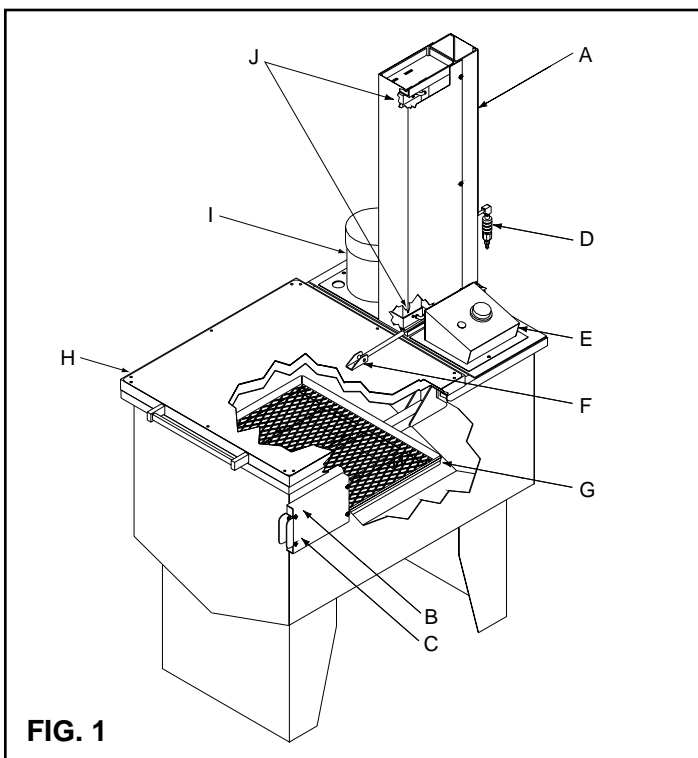

FIG. 1
It should be standard safety procedure to always open lid before connecting air supply or raising platform to prevent sudden opening when platform is raised. Never operate unit without safety shroud (A) (see Fig. 1, page 8) fully in place. See Safety Procedure for **CONNECTING AIR SUPPLY** in the following section.
Pour éviter les blessures, garder les mains et le corps loin du couvercle (H), de la plate-forme de levage (G) et du mécanisme de levage en tout temps (voir Fig. 1, page 8).
La procédure de sécurité standard devrait donc impliquer en toutes circonstances l'ouverture du couvercle avant le raccordement de l'approvisionnement en air ou avant de relever la plate-forme pour éviter l'ouverture brutale lorsque la plate-forme est soulevée. Ne jamais raccorder l'appareil sans un protecteur de sécurité (A) (voir Fig. 1, page 8) entièrement en place. Voir la procédure de sécurité pour **RACCORDEMENT DE L'APPROVISIONNEMENT EN AIR** au chapitre suivant.
Halten Sie zur Vermeidung von Körperverletzungen die Hände und andere Körperteile immer vom Deckel (H), von der Hebebühne (G) und vom Hebemechanismus fern (siehe Fig. 1, Seite 8).
Vor dem Anschluß der Druckluftversorgung oder dem Heben der Bühne sollte der Deckel im Interesse der Sicherheit routinemäßig geöffnet werden, damit er sich beim Heben der Bühne nicht plötzlich öffnen kann. Betreiben Sie die Einheit niemals ohne Schutzabdeckung (A) (siehe Fig. 1, Seite 8) - siehe Sicherheitshinweise für ANSCHLIESSEN DER DRUCKLUFTVERSORGUNG im folgenden Teil.
Para evitar lesiones, mantenga en todo momento las manos y el cuerpo alejados de la tapa (H), plataforma levadiza (G) y mecanismo de levantamiento (vea la Fig. 1, página 10).
(voir Fig. 1, página 8) en su lugar. Vea el procedimiento de seguridad para CONEXIÓN DEL SUMINISTRO DE AIRE en la siguiente sección.
While connecting the air supply (D) to the quick disconnect fitting (N) on the rear of the lift column, make sure that the sleeve valve (M) is pulled toward the quick disconnect fitting, thus disconnecting air from the lift mechanism. This will prevent sudden movement of the lift platform (G) and possible sudden opening of the lid (H) while the air is being connected (see Figs. 1 and 2).
En raccordant l'alimentation en air (D) au raccord rapide (N) à l'arrière de la colonne de levage, s'assurer que la soupape à manchon (M) est tirée vers le raccord rapide, ce qui aura pour effet de débrancher l'air du mécanisme de levage. Ceci évitera le mouvement brutal de la plate-forme de levage (G) et l'ouverture brutale possible du couvercle (H) pendant que l'air est raccordé (voir Figs. 1 et 2).
Beim Anschließen der Druckluftversorgung (D) an die Schnellkupplung (N) auf der Rückseite der Hebesäule sicherstellen, daß der Rohrschieber (M) in Richtung der Schnellkupplung gezogen wird; dadurch wird die Luftversorgung des Hebemechanismus ausgeschaltet und somit die plötzliche Bewegung der Hebebühne (G) und ggf. das plötzliche Öffnen des Deckels (H) beim Anschließen der Druckluftversorgung vermieden (siehe Figs. 1 und 2).
Cuando conecte el suministro de aire (D) a la conexión de desconexión rápida en la parte trasera de la columna de levantamiento, asegúrese de que el manguito de la válvula se jala hacia el acople de desconexión rápida, desconectando así el aire del mecanismo de levantamiento. Esto impedirá el movimiento repentino de la plataforma levadiza (G) y la posible apertura súbita de la tapa (J) cuando se conecta el aire (ver Figs. 1 y 2).
2. If this unit is equipped with a heater module, connect module to the power supply. Turn the temperature control knob on the optional heater control panel (E) slowly clockwise to desired setting. A click will be heard and the signal light should come on indicating that the heating element is active. After a few minutes the fluid should begin to heat up. Complete heat-up times vary with fluid amount and operating temperature required (see Fig. 1, page 14).
2. Si l’appareil est équipé d’un module de chauffelette, raccorder le module au bloc d’alimentation. Tourner le bouton de commande de température sur le panneau de commande de chauffelette facultatif (E) lentement dans le sens horaire jusqu’à la position désirée. Un dé clic se fera entendre et le témoin lumineux de signal devrait s’allumer indiquant que l’élément de chauffage est actif. Au bout de quelques minutes, le liquide devrait commencer à se chauffer. Les temps de réchauffage complets varient selon la quantité de liquide et la température de fonctionnement requises (voir Fig. 1, page 14).
2. Bei Einheiten mit Heizmodul dieses an die Stromversorgung anschließen. Temperaturregelknopf an der wahlweisen Heizungstafel (E) langsam nach rechts auf die gewünschte Einstellung drehen. Ein Klicken ist zu hören, und die Anzeigelampe sollte aufleuchten, um anzuzeigen, dass das Heizelement eingeschaltet ist. Nach einigen Minuten beginnt die Flüssigkeit warm zu werden. Die Gesamtaufwärmzeit hängt von der Flüssigkeitsmenge und von der gewünschten Betriebstemperatur ab (siehe Fig. 1, Seite 14).
2. Si esta unidad está equipada con un módulo calefactor, conéctelo a la fuente de alimentación. Gire la perilla de control de la temperatura en el panel de control opcional del calefactor (E) lentamente hacia la derecha, hasta el ajuste deseado. Se oirá un clic y se encenderá la luz de la señal. La luz se deberá encender, indicando que el elemento calefactor está activo. Después de unos cuantos minutos, el fluido comenzará a calentarse. Los tiempos de calentamiento completos varían con la cantidad de fluido y la temperatura de operación que se requiera (vea la Fig. 1, página 14).
2. Connect the Turbo pump to the proper grounded voltage source. Check voltage of pump motor (I). This information can be found on the metal plate affixed to the motor housing. Be sure it is the same cycle (hertz), phase and voltage as your electric power source before connecting the Turbo pump to the voltage source (see Fig. 1, page 14).
1. Turn temperature control knob on the optional heater control panel (E) to desired operating temperature. The signal light will remain lit until liquid reaches set temperature (see Fig. 1, page 14).
2. Brancher la pompe turbo sur une prise de tension voulue avec terre. Vérifier la tension du moteur de la pompe (1). Ce renseignement peut être trouvé sur la plaque de métal fixée au carter du moteur. S'assurer que le système est bien du même cycle (hertz), du même nombre de phases et de la même tension que votre source de courant électrique avant de raccorder la pompe Turbo à la source de tension (voir Fig. 1, page 14).
1. Tourner le bouton de commande de température sur le panneau de commande de chauffeuse facultative (E) à la température de fonctionnement désirée. Le témoin lumineux de signal doit rester allumé jusqu'à ce que le liquide atteigne la température réglée (voir Fig. 1, page 14).